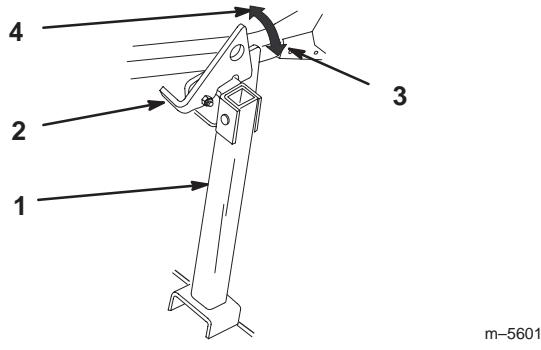

Bild 31
2. Heben Sie den Riegel in die entsicherte Stellung an (Bild 31).